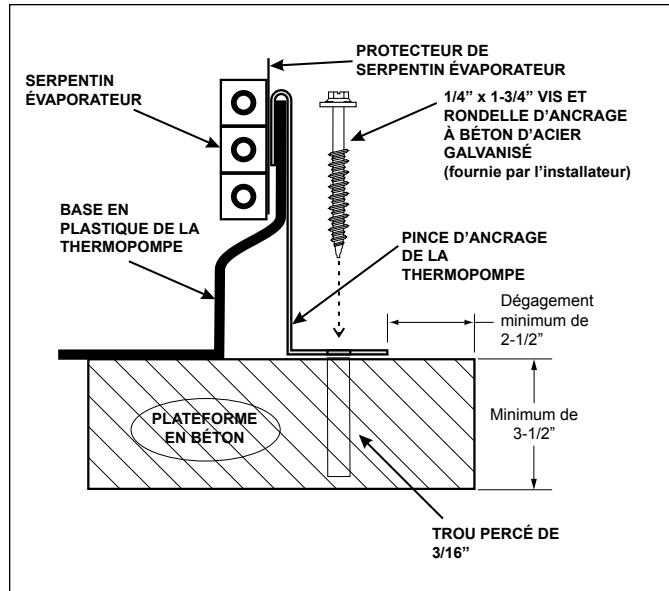

Figure 3. Installation de pinces d'ancrage
4. Ajuster le crochet de chaque pince sur la lèvre du panneau de la base de la thermopompe. Le crochet devrait s'ajuster entre la lèvre du panneau de la base et la garde du serpentin évaporateur (Voir Figure 3).
8. Positionner les pinces d'ancrage de manière à ce que les trous dans les pinces soient au dessus des boulon d'ancrages. Assurez-vous que les crochets de pince soient sur la lèvre de la base de la thermopompe (Voir Figure 3).